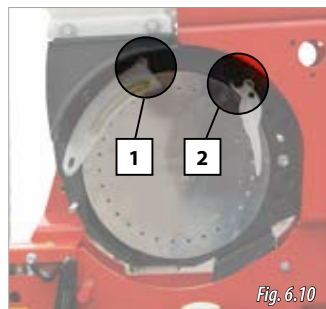

Fig. 6.10
- 2- Extraer el selector de semilla (1, Fig. 6.10) de la ranura de fijación tirando de él, posteriormente desenroscar el pomo del expulsor de semillas para retirarlo (2, Fig. 6.10).